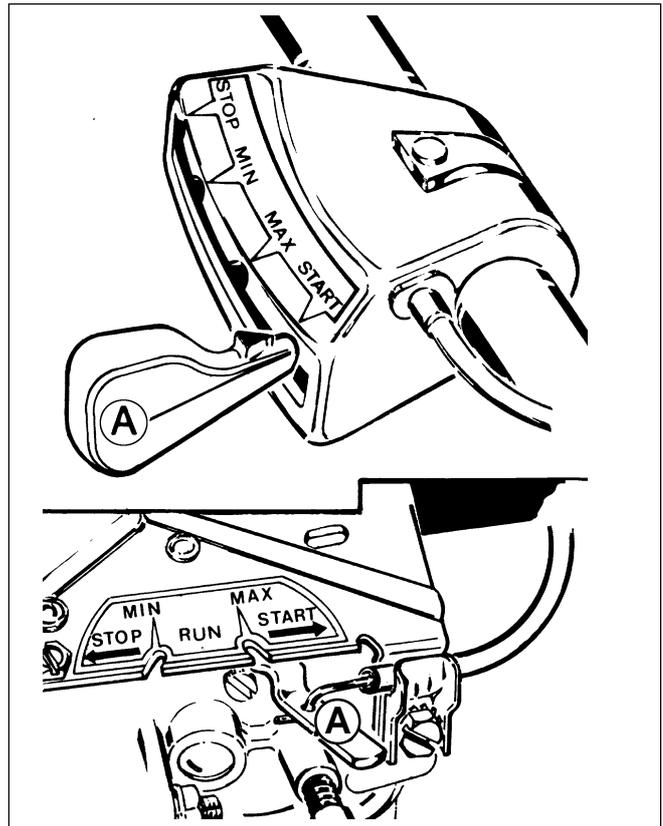

Fig. 6
- Contrôler l'ensemble commande à distance pour un réglage éventuel approprié. Avec le levier **A** en position **CHOKE** ou **START** le papillon d'air doit être complètement fermé (fig. 6).